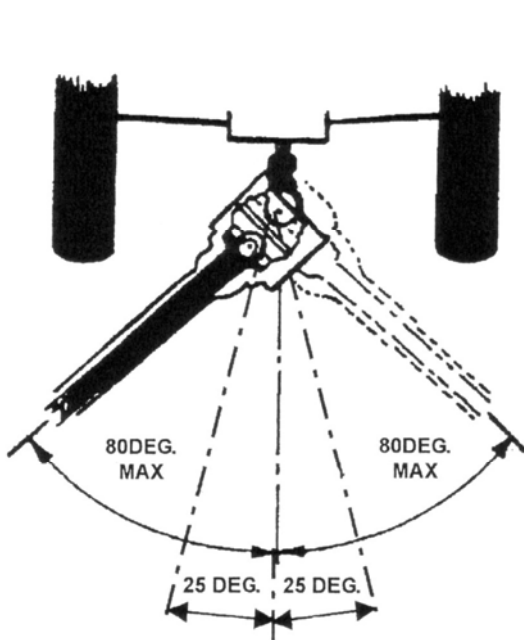

FIGURE 9
2. Ne pas soumettre le joint homocinétique à des angles de plus de 80° . **Figure 9.**